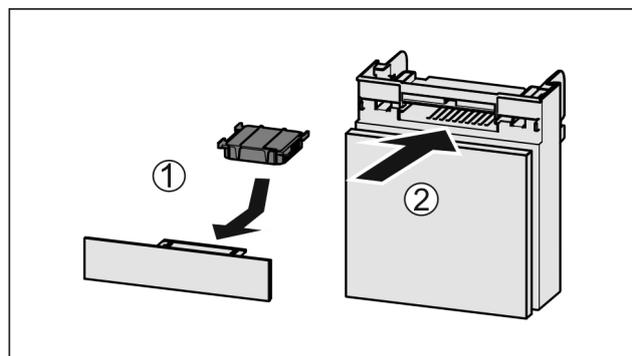

Fig. 68
- ▶ Aktivkohlefilter nach Abbildung einsetzen Fig. 68 (1).
- ▶ Fach einschieben Fig. 68 (2).